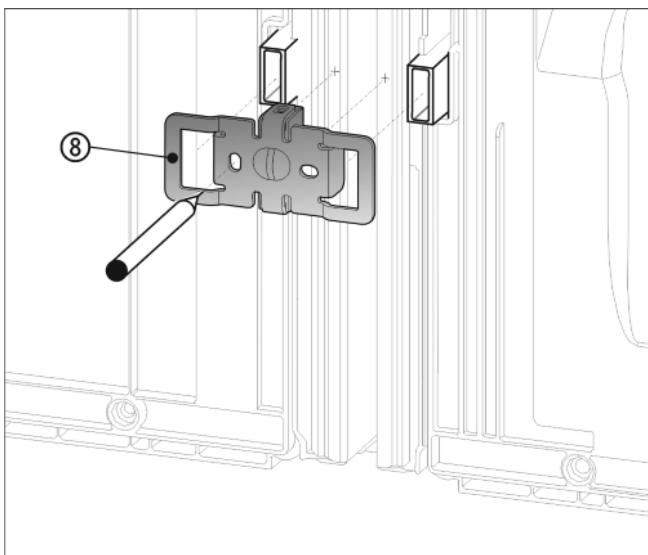

Fig. 10
- Winkel Fig. 10 (8) mit den Aussparungen über die Aufnahme für die Wandabstandhalter schieben